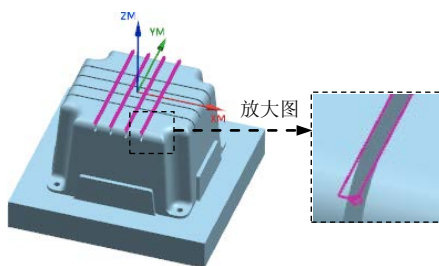

图 20.42 创建边界
Step5. 创建其余边界。详细过程参照 Step4, 结果如图 20.42 所示。